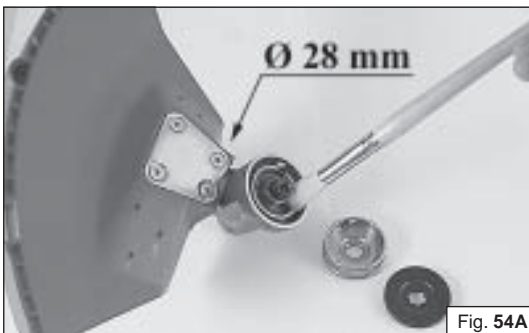

Fig. 54A
- Togliere le flange ferma disco; pulire, asciugare ed oliare la sede coppia conica (Fig. 54A-B).
- Enlevez la bride de blocage du disque, nettoyez, essuyez et lubrifiez le siège du couple conique (Fig. 54A-B).
- Remove the blade fixing flanges, clean, dry and lubricate the bevel gear seat (Fig. 54A-B).
- Schneidblattaufgaben abnehmen, reinigen, abtrocknen und das Kegelradlager einfetten (Abb. 54A-B).
- Quite las bridas que bloquean el disco; limpie, seque y lubrique el alojamiento del par cónico (Fig.54A-B).
- Verwijder de bladmontageringen, maak het tandwielhuis schoon en vet deze licht in (Fig. 54A-B).
- Tire os freios que bloqueiam o disco: limpe, seque e lubrifique o copo cônico (Fig. 54A-B).